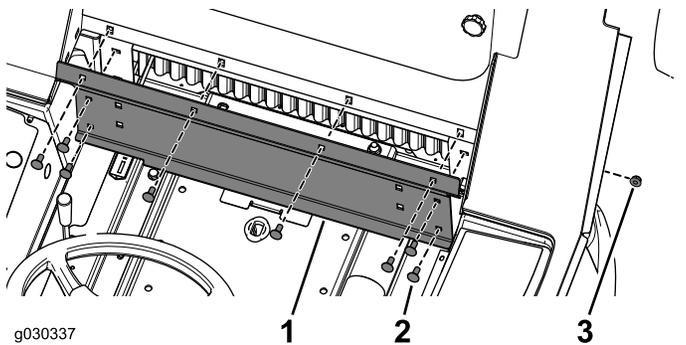

Figura 23
1. Sujete provisionalmente el panel trasero a la cabina con 8 pernos de cuello cuadrado (5/16" x 3/4") y 8 contratuerzas (Figura 23).